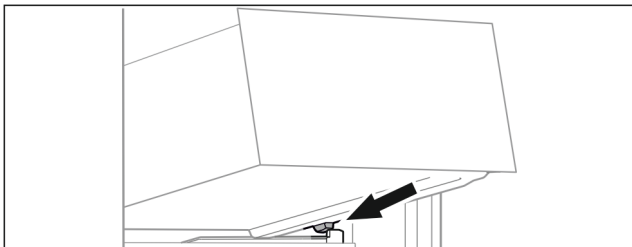

Fig. 28
- ▶ Встановити висувний ящик за стопорами на ребро для резервуару навскоси. (див. Fig. 28)